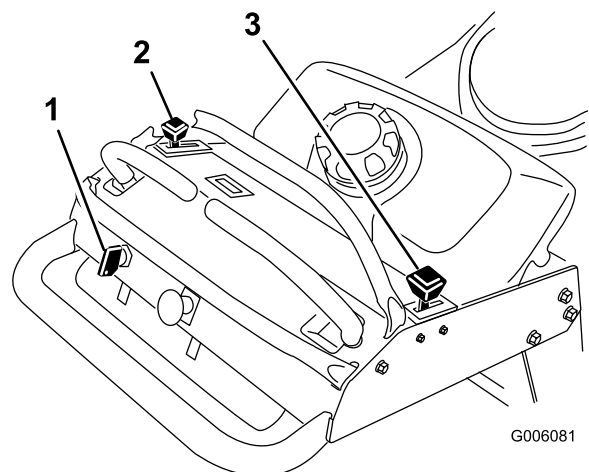

Figure 7
4. Placez la commande d'accélérateur en position haut régime et la commande de starter en position en service avant de démarrer le moteur s'il est froid (Figure 7).
- Placez la commande d'accélérateur en position bas régime (Figure 7).